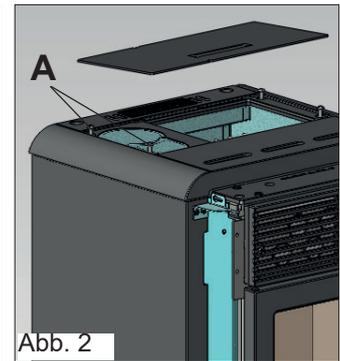

Abb. 2
- Die beiden Schrauben im Oberteil Ausguss unter der Blechabdeckung (A - Abb. 2) lösen (etwa 15 mm).